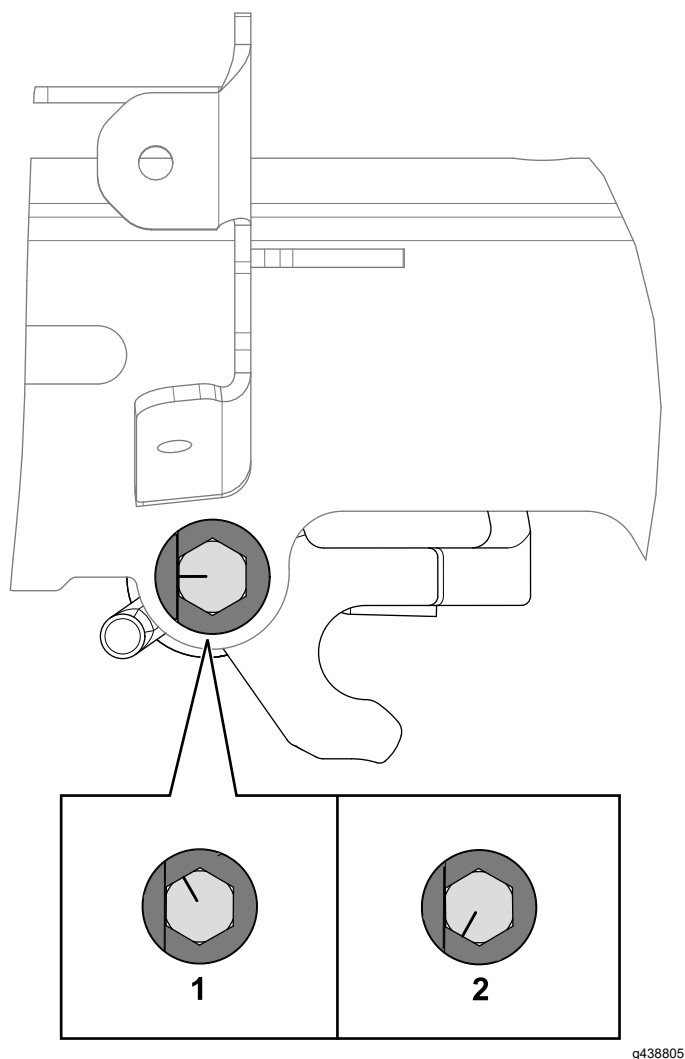

图 7
2. 顺时针或逆时针旋转螺栓以向内或向外调节手柄高度调节器的角度。如 图 7 所示手柄高度调节器应与上接收器焊接件平行。